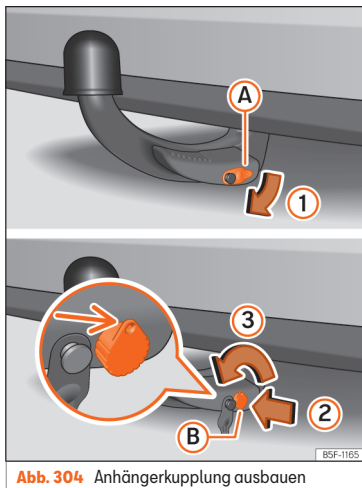

Abb. 304 Anhängerkupplung ausbauen
- Nehmen Sie die Abdeckung (A) vom Schloss (1) » Abb. 304.
- Stecken Sie den Schlüssel (B) in das Schloss ein (2) » Abb. 304.
- Drehen Sie den Schlüssel nur eine halbe Umdrehung nach links (3), bis sich das Loch des Schlüssels oben befindet » Abb. 304.